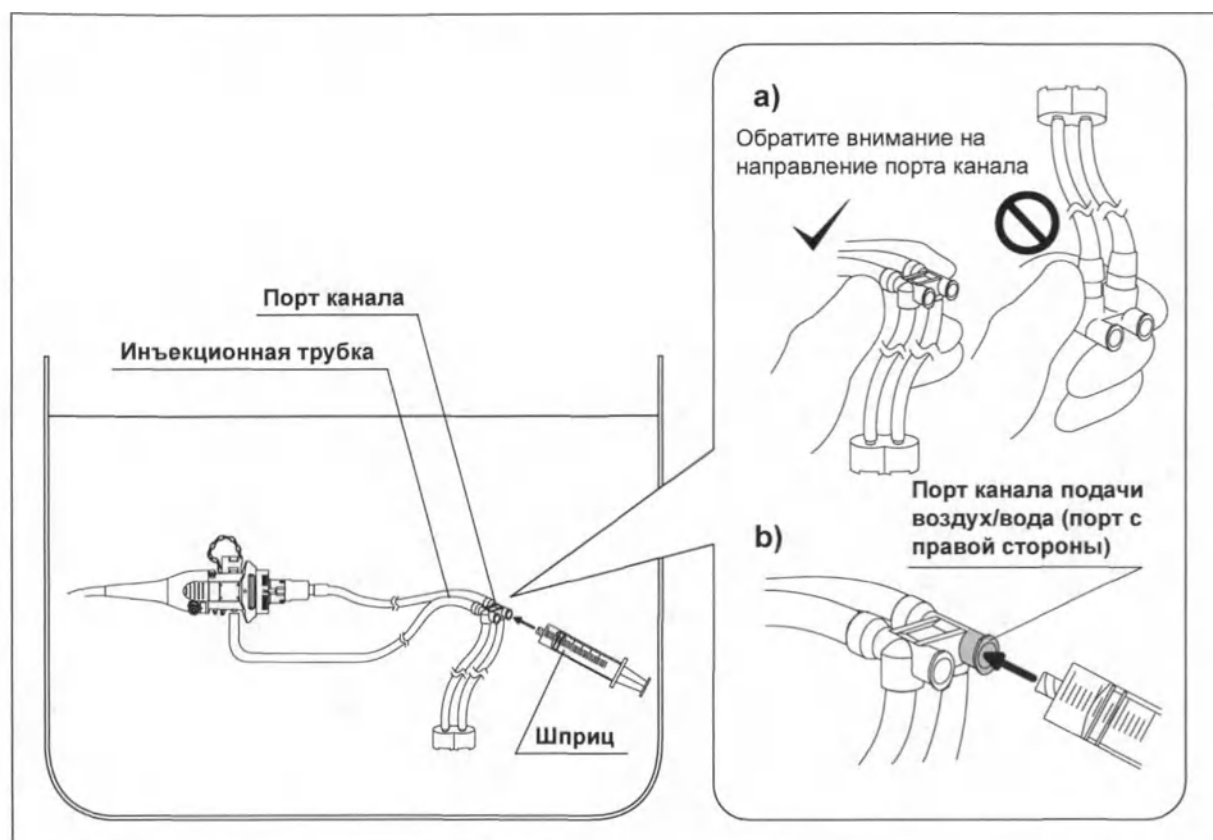

Рис. 5.48
- 7** Присоедините шприц к порту канала подачи воздух/вода инъекционной трубки. (см. рис. 5.48)
- 14** Присоедините шприц к порту канала подачи воздух/вода инъекционной трубки. (см. рис. 5.48)